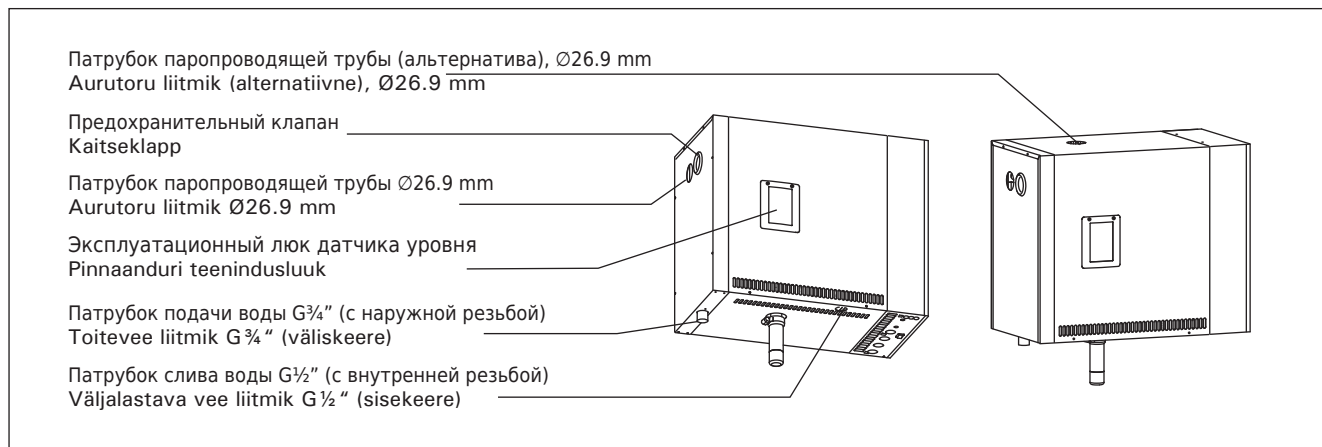

Рисунок 6. Схема соединений парогенератора
Смотрите рисунок 6. Труба для подачи воды должна быть оснащена запорным вентилем. Максимально допустимое давление подаваемой воды в трубе для подачи воды составляет 1 МПа (10 бар).
**!** Пар должен беспрепятственно выходить из сопел. В случае блокировки паровых сопел и/или паропроводящих труб пар выходит из предохранительного клапана (рисунок 6).